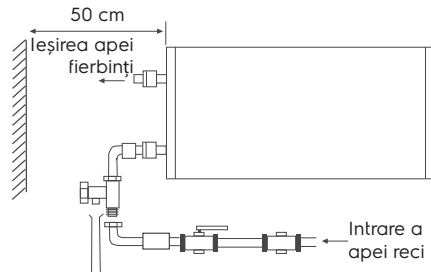

Fig. 8
6. Instalarea încălzitoarelor de apă din seria Fmx, Fmx DL este mult facilitată de posibilitatea de a le instala atât pe verticală cât și pe orizontală oriunde în casa Dumneavoastră, într-o cameră încălzită. Este de dorit să instalați încălzitorul de apă cât mai aproape de locul în care se folosește apa caldă, deoarece cu cât conductele sunt mai scurte, cu atât pierderile de căldură sunt mai mici. La instalarea orizontală a încălzitorului de apă, conductele de alimentare trebuie să fie amplasate în stânga. Când instalați încălzitorul de apă lângă un perete, lăsați spațiul liber recomandat pentru întreținere. Nu instalați încălzitorul de apă pe o suprafață orizontală și aproape de podea. (vezi fig. 8)